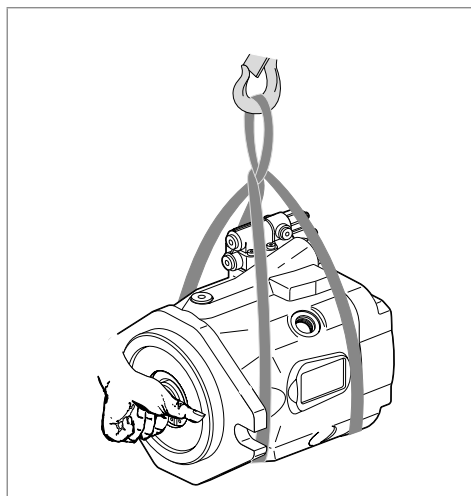

Fig. 5: Trasporto con nastro di sollevamento
- Sistemare il nastro di sollevamento attorno all'unità a pistoni assiali in modo che esso non scorra su componenti (ad es. valvole, tubazione) e che l'unità a pistoni assiali non venga agganciata a componenti (vedere Fig. 5).